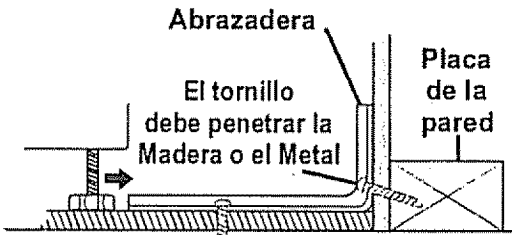

Fig. 2
2. **Pared:** Haga un hoyo piloto de $\frac{1}{8}$ " en ángulo (como se muestra en la Fig. 2) en el centro de cada posición de hoyo premarcada en la pared (un clavo o una lezna se puede usar si no tiene un taladro).
- B. Instale la abrazadera **CONTRA VOLCADURAS** con los 4 tornillos que se proveen como se ilustra en la Fig. 2.